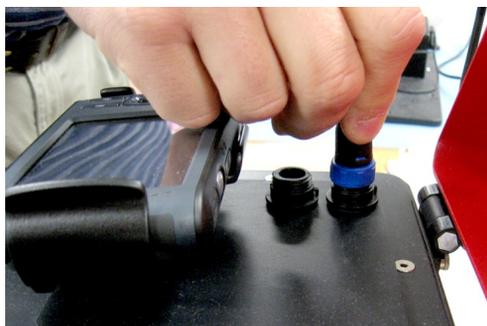

Figura 1. Sujeción del cable de alimentación
- 2** Conecte el otro extremo del cable de alimentación a la fuente de alimentación. Con el sistema se proporciona la fuente de alimentación adecuada para su región. Cuando el sistema no se utiliza en el campo, manténgalo conectado a la alimentación de CA local para asegurar que la batería se cargue completamente (consulte la Figura 1).